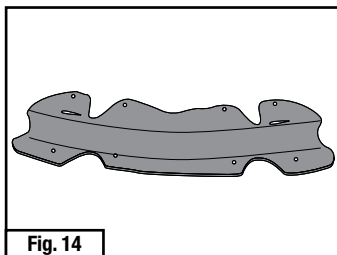
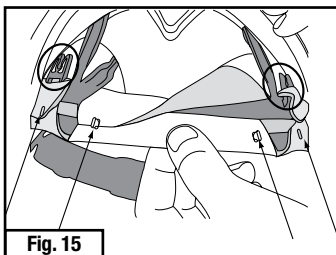

Fig. 14
Fig. 15
2. Fije la almohadilla S-953 (Fig. 14) en el arnés como se muestra en la Fig. 15. Las dos ranuras largas van en el gancho de la almohadilla sobre los dos ganchos superiores largos, circulados en la Fig. 15. Use los ganchos más pequeños en el arnés para fijar bien la almohadilla como se muestra.